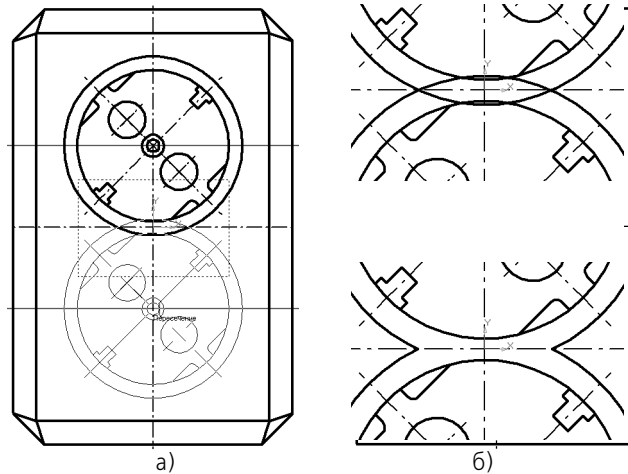

Рис. 45.28. а) Вставка фрагментов б) Удаление пересекающихся участков
10.5. Разместите две копии элемента, как это показано на рис. 45.28, а. Используйте привязку **Пересечение**.
11. Увеличьте масштаб отображения центрального участка крышки (рис. 45.28, б, вверху). Удалите перекрывающиеся участки фрагментов (рис. 45.28, б, внизу). Используйте для этого команду **Усечь кривую**.